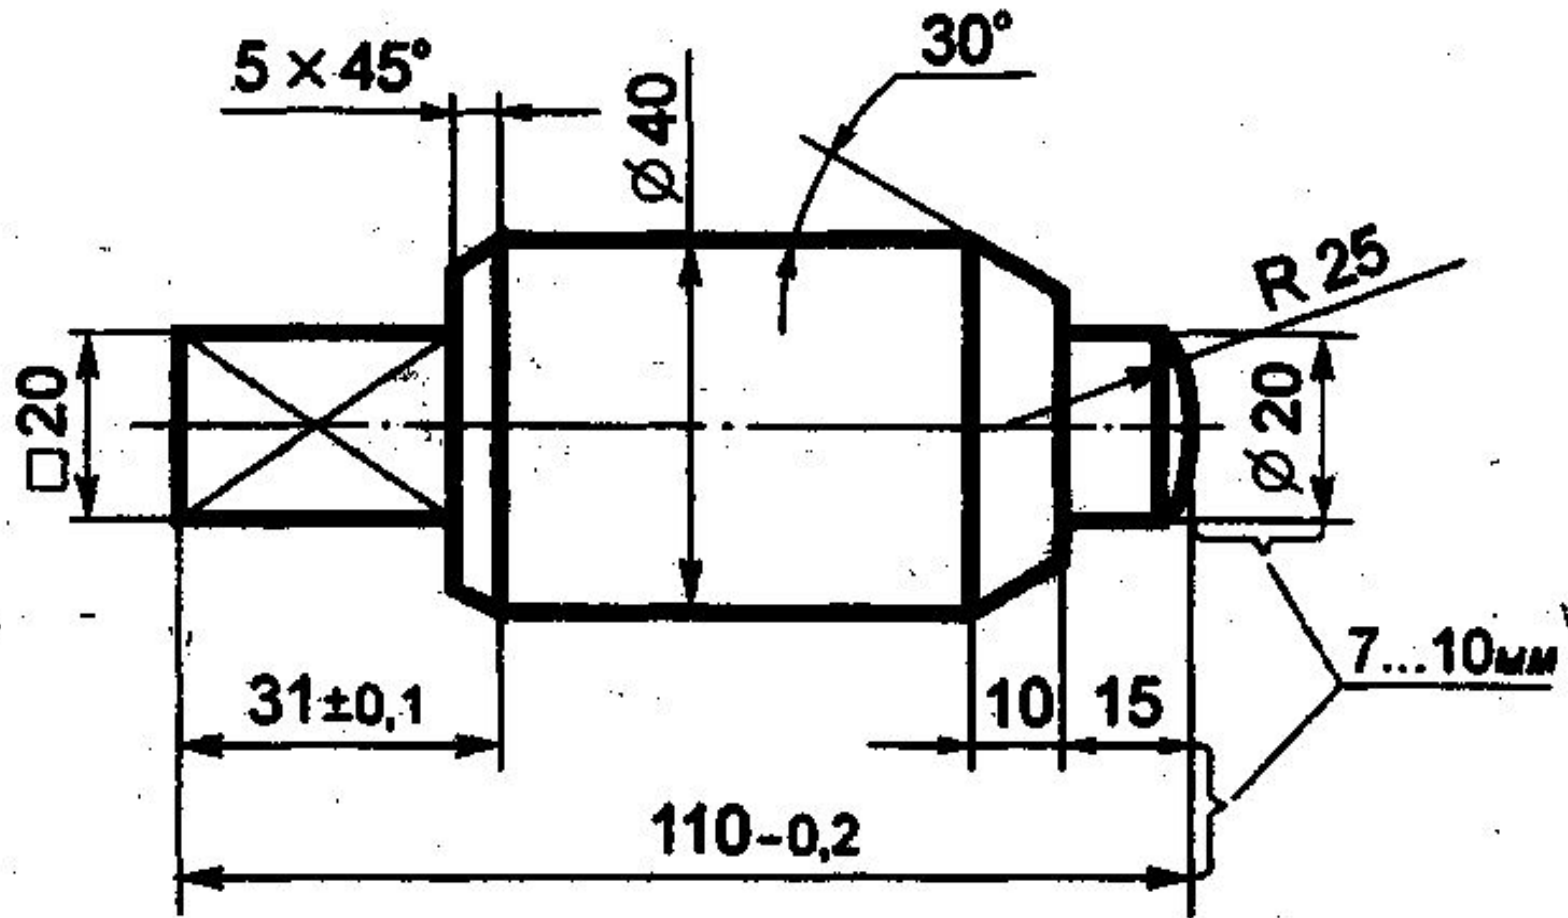

Рис. 4
- Величину изображённой детали можно определять только по размерным числам. Их наносят над размерными линиями возможно ближе к их середине (рис. 4)
- **Размерные линии ограничивают стрелками, которые остриём должны касаться выносных линий (размеры 110, 30, 15, \varnothing 20 и другие на рис. 4), линий контура (размер \varnothing 40) или осевых линий.**
- Чтобы размерные линии не пересекались с выносными, меньший размер наносят ближе к изображению, а больший - дальше (размеры 15, 30 и размер 110 на рис. 4).
- Линейные размеры на машиностроительных чертежах указывают в миллиметрах; если размеры нанесены у изображений, то единицы измерений (мм) не проставляют (см. рис.4).
- Для обозначения радиуса перед размерным числом всегда наносят знак R - латинская прописная буква (см. рис. 4). Стрелку наносят с одной стороны (см. рис. 9)